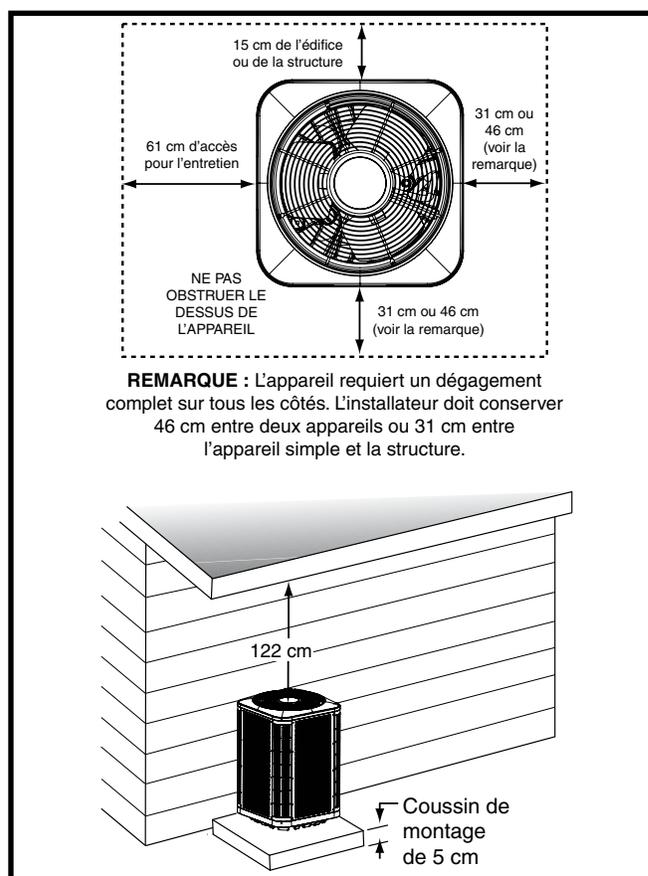

Figure 1. Dégagements requis
- Les obstacles aériens, les zones mal aérées et les zones propices à l'accumulation de débris sont à proscrire. Consultez la (Figure 1).
- Un dégagement suffisant pour permettre à l'air de circuler sans obstruction à travers le serpentin extérieur doit être maintenu pour obtenir le rendement nominal. Voyez la Figure 1 pour les exigences relatives au dégagement minimal.
- Les dégagements doivent respecter ceux qui sont illustrés à la Figure 1.
- Une dalle de montage adéquate doit être installée et séparée de la fondation de l'édifice. La dalle doit être au niveau et assez résistante pour supporter le poids de l'appareil. La dalle doit être à au moins 5 cm au-dessus du sol et offrir un drainage adéquat. Voyez la Figure 1.